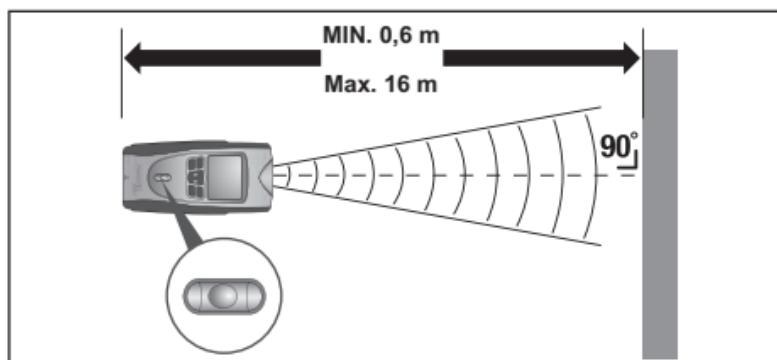
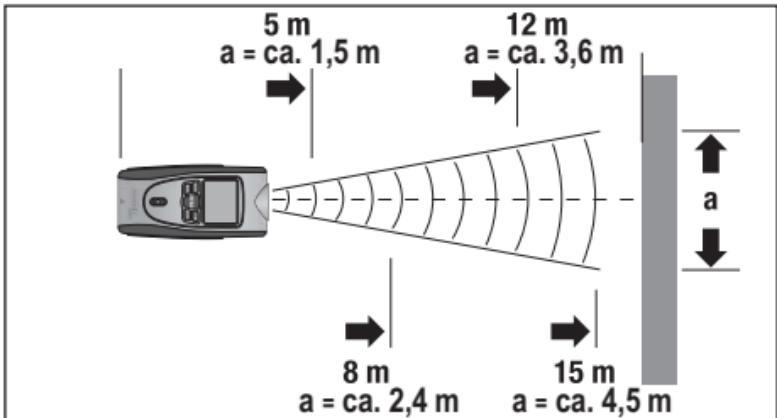

Fig. 1
Fig. 2
1. Encienda del aparato pulsando la tecla ON/OFF ⑩.
2. Si es necesario, pulse varias veces la tecla MODE ⑨, hasta que aparezca en la pantalla la indicación L (medición de distancias).
3. Para cambiar de las unidades métricas (metro M) a las angloamericanas (pies'/pulgadas") y viceversa, pulse la tecla FT/M ④.
4. Mantenga el aparato en posición horizontal frente a la pared a la que quiere medir la distancia. El emisor/receptor ultrasónico ② debe apuntar a la pared en ángulo recto. Para ello, utilice el nivel de burbuja ⑧: La burbuja del nivel ⑧ debe situarse entre las marcas (véase la fig. 1).
5. Pulse un momento la tecla READ ⑪. Se proyectará un punto láser y se escuchará una señal acústica. Mantenga el aparato en esta posición hasta que aparezca la distancia medida en el Display ⑫.
Cuanto más alejado se encuentre de la pared, más amplia será la superficie ( $a$ ) que el telémetro medirá con el ultrasonido (fig. 2). Procure, por lo tanto, dirigir siempre el telémetro en ángulo recto hacia una superficie plana (fig. 1 y 3). Por favor compruebe que no haya objetos dentro del rango de medición.